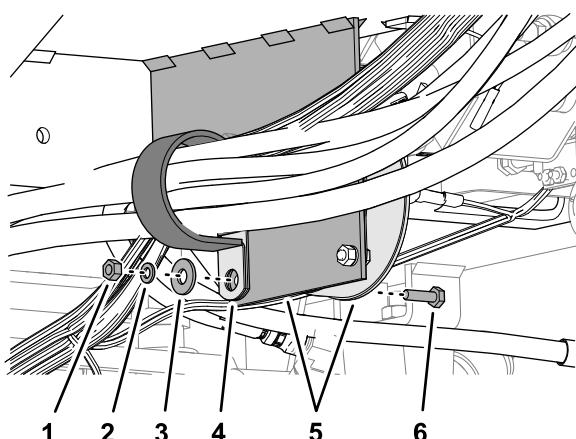

図 136
1. 図 136に示すように、ホースサポートクランプの取り外し \(ページ 24\)で取り外したサポートクランプ、キャップネジ (1/4 x 7/8")、ナット (1/4")、ロックワッシャー (1/4")、およびワッシャー (3/8 x 7/8")をフロアプレートの下でホースとワイヤーハーネスをクラッチとクラッチプレートに固定します。